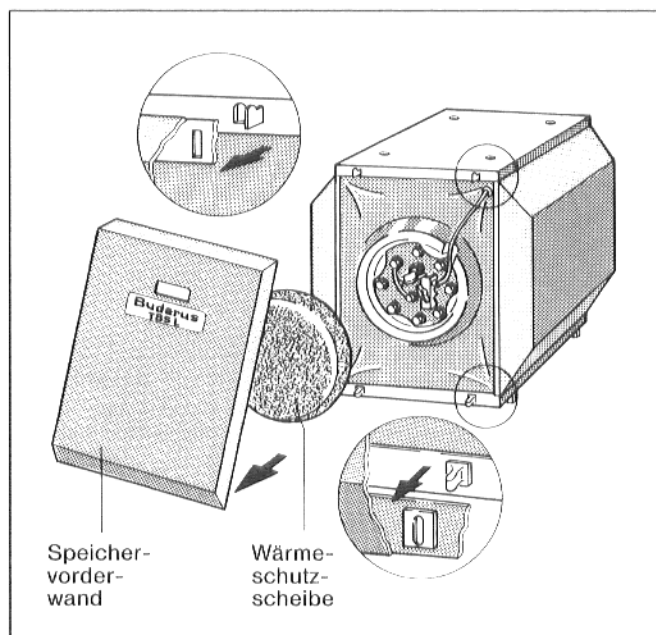

Abb. 5
- Speichervorderwand unten nach vorne ziehen und oben aus den Haken am Speicherkörper aushängen (Abb. 5).